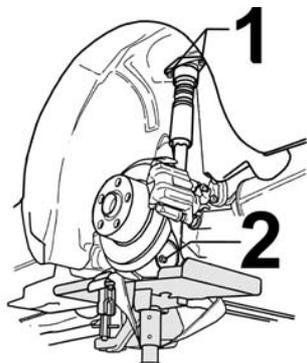

Fig. 7:
- **Fig. 7** Radträger mit Wagenheber abstützen.
- **Fig. 7** Support wheel carrier on jack.
- **Fig. 7** Soutenir le support de roue avec un cric.
- **Fig. 7** Apuntalar la rótula con un gato elevador.